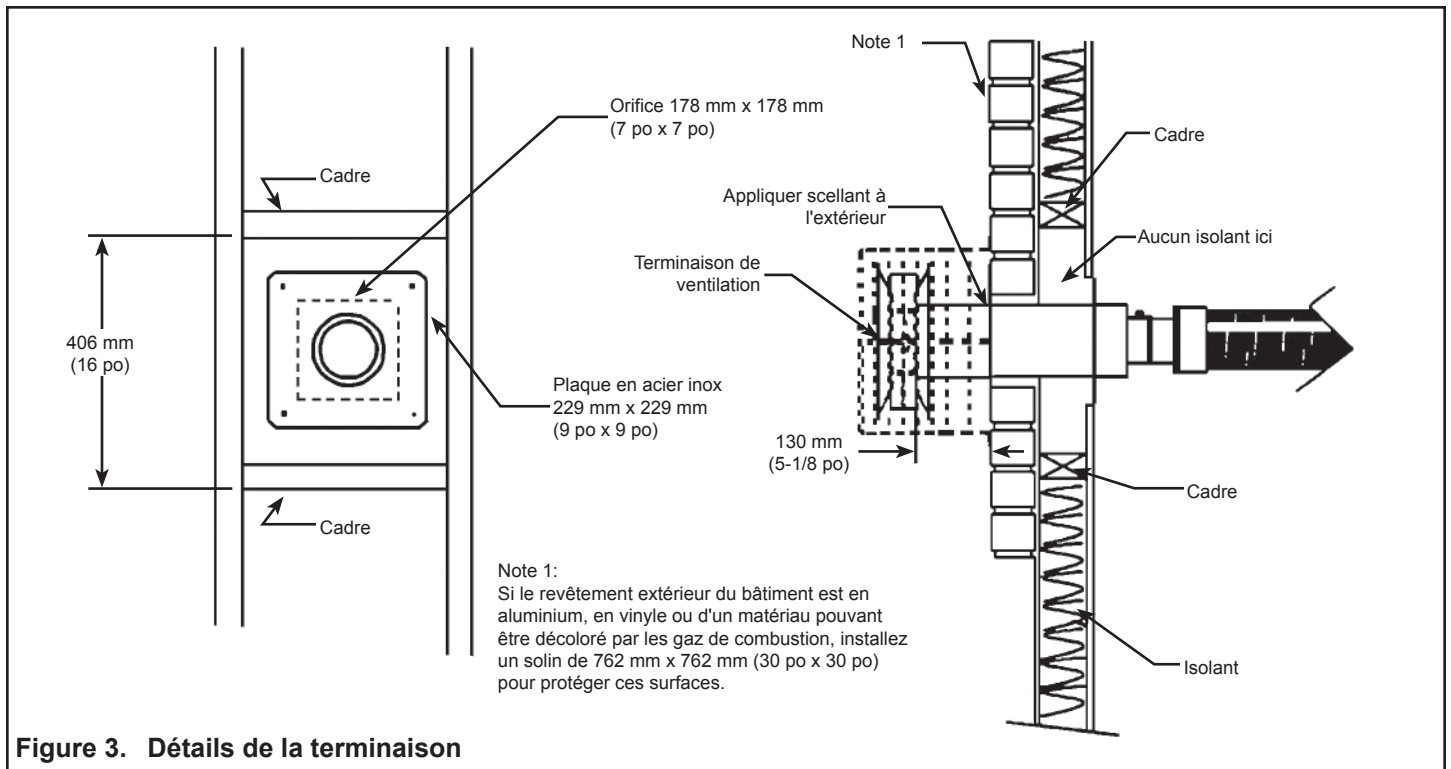

Figure 3. Détails de la terminaison
La terminaison de ventilation doit être positionnée au-dessus de la limite de neige. Le positionnement de la terminaison de ventilation doit aussi respecter les exigences du “**Code d'installation des appareils de combustion au mazout**” **B139-M91** (voir aussi Figure 3).
1. Percez un découpez une ouverture dans le mur extérieur et fixez la terminaison de ventilation comme illustré à la Figure 3.
5. Respectez les distances de dégagement des matières combustibles, comme indiqué au Figure 3. **Note:** si le conduit de ventilation flexible passe à proximité des solives du plancher, utilisez les espaceurs fournis pour maintenir les distances de dégagement minimales.